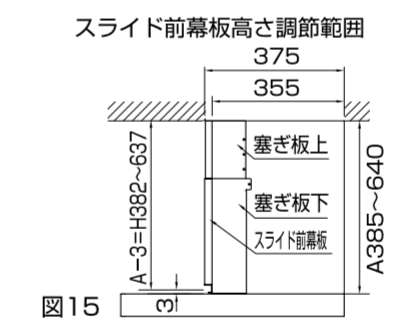

図15
②スライド前幕板の高さ(H)を図15を参考にフード上面から天井までの高さ(A)から3mm引いた高さにしてください。